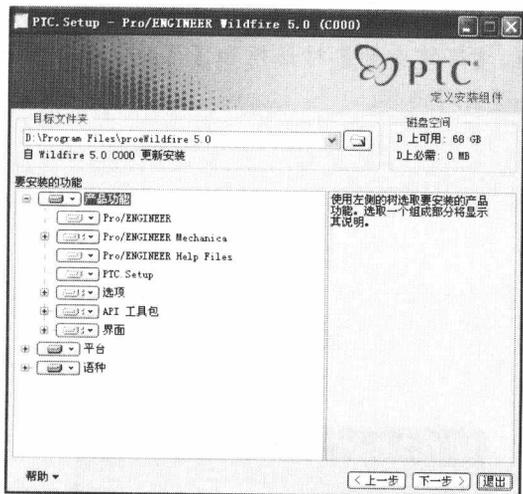

图 1-4 【定义安装组件】对话框
- 05 选择 Pro/ENGINEER & Pro/ENGINEER Mechanical，弹出【定义安装组件】对话框，如图 1-4 所示，选择所要安装的组件。本节介绍的安装过程选择了所有组件。